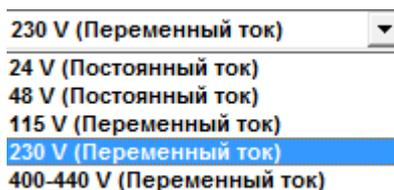

Рис. 14
- 1) Введите значение Номинального напряжения устройств управления температурным режимом, В (вентилятор, кондиционер и т.д.) – см. Рис. 14.